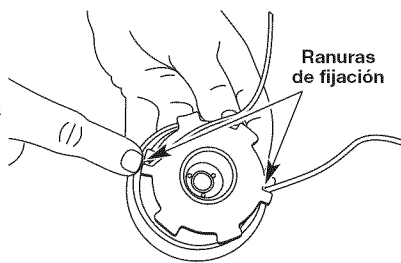

Fig. 20
12. Inserte los extremos partidos de la línea en las dos ranuras de fijación (Fig. 20).